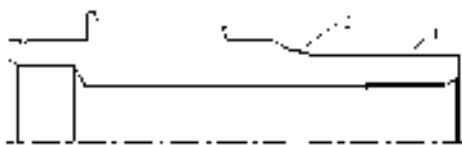

图 8-88 绘制内螺纹线后的轮廓线
12) 将“细实线”图层设置为当前图层，单击“绘图”工具栏中的“直线”按钮，以坐标点 (323,225)、(@0,22.5)、(@33,0) 绘制内螺纹线。修剪后的结果如图 8-88 所示。
14) 偏移直线。单击“修改”工具栏中的“偏移”按钮，将图 8-88 所示的直线 1、弧线 2 向上偏移“3.75”，结果如图 8-89 所示。